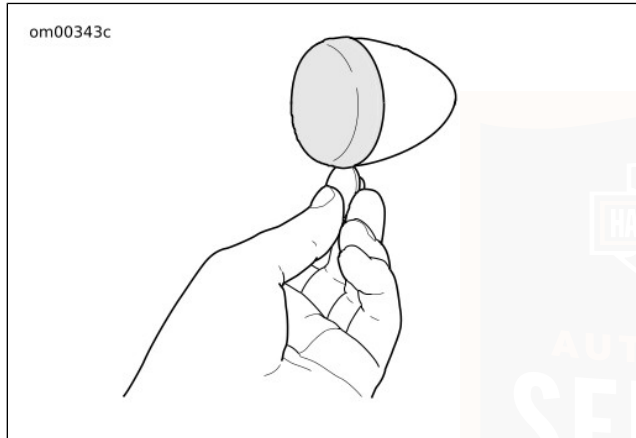

Abbildung 78. Streuscheibe entfernen.
1. Siehe Abbildung 78. Eine Münze in die Kerbe einsetzen. Vorsichtig drehen, bis der Streuscheibendeckel aus dem Lampengehäuse herauspringt.